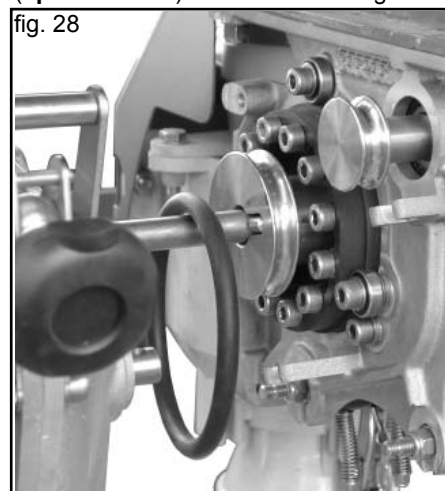

fig. 28
- Lasciare la cinghia sull'albero di trasmissione (Fig. 28).